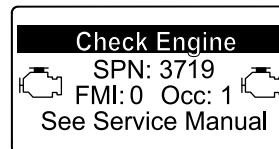

Figure 41
- Si une régénération de récupération est nécessaire, l'InfoCenter affiche l'avertissement SPN 3719, FMI 16 (Figure 41) et l'ordinateur du moteur réduit la puissance du moteur à 85 %.